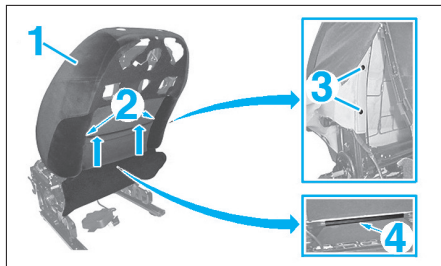

FIG. 5
- Dégrafer et dégager la partie arrière du coussin de garnissage de dossier (1) en (2) à l'aide d'un outil plat non tranchant (Fig.5).
- Déposer les vis (3).
- Dégrafer la base du dossier en (4).
- Déposer le coussin de garnissage de dossier (1) suivant les flèches.